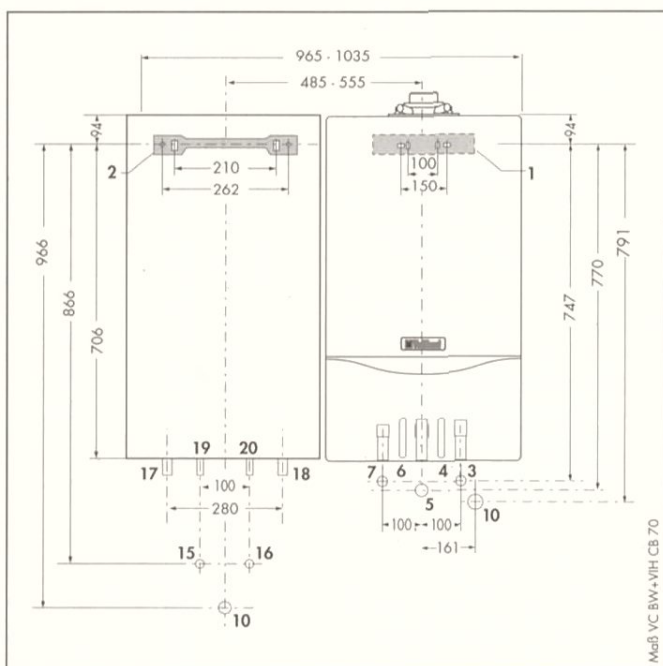

Abb. 4.1 Montage neben Brennwert Heizgeräten
- Befestigungsbohrungen entsprechend Abbildung 4.1 anbringen (Unterkanten des Speichers und des Heizgerätes auf gleicher Höhe).
Legende zu Abb. 4.1: